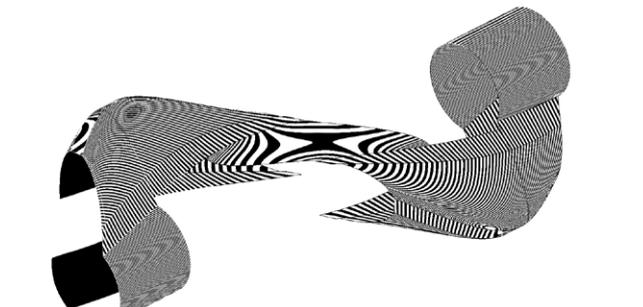

Рисунок 15-16. Улучшенная форма поверхности по сети кривых при задании сопряжений
- Повысилась гладкость сопряжения по касательной поверхностей, построенных по сети кривых (рис. 15-16).